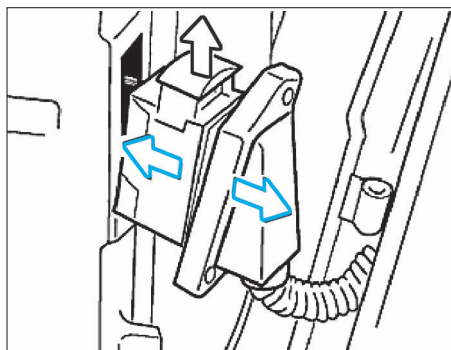

FIG. 49
- Déposer la vis (2) du limiteur d'ouverture.
- Déposer les vis entre les éléments de charnière supérieur (3) et inférieur (4).
- Tirer le connecteur hors du montant de porte, le déverrouiller en extrayant l'étrier et le débrancher (Fig.49).